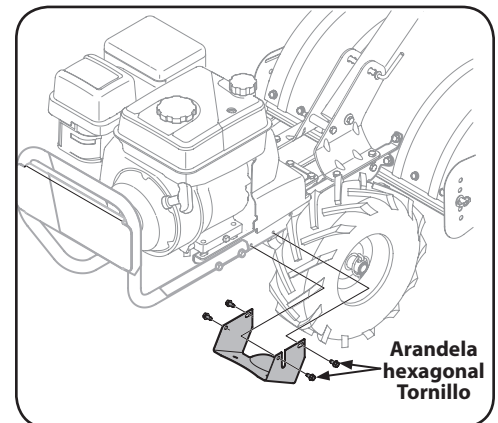

Figura 5-4
3. Retire los cuatro tornillos de arandela hexagonal de 1/4-20 que sujetan la cubierta de la polea al bastidor como se observa en la Figura 5-4, y extraiga dicha cubierta y colóquela a un lado en un lugar seguro hasta que vuelva a instalarla.